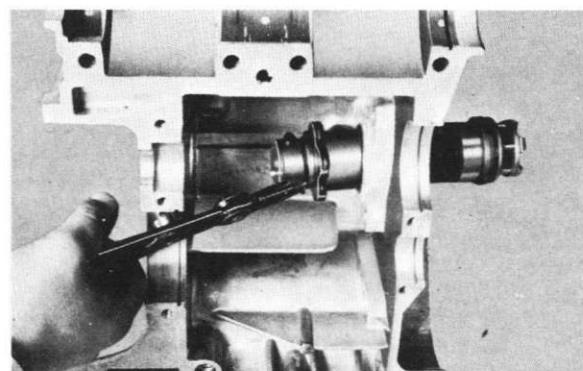

Fig. 4-15-7
- 5) Remove the stopper plate L circlip, and the shift cam (Fig. 4-15-7)
- 5) Retirez l'attache rapide de la plaque d'arrêt gauche, puis le tambour de sélecteur. (Fig. 4-15-7)
- 5) Seegerring der Abschlusscheibe L lösen und Schaltnocken herausziehen. (Abb. 4-15-7)